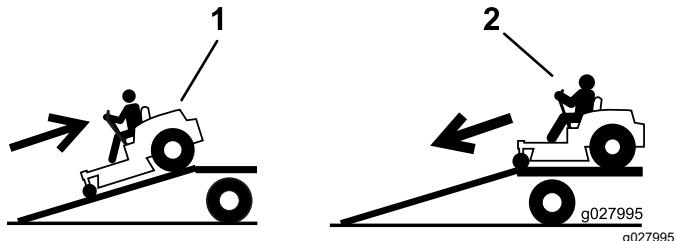

Figura 28
4. Suba la máquina por la rampa en marcha atrás (Figura 28).
2. Baje la máquina por la rampa conduciendo hacia adelante (Figura 28).